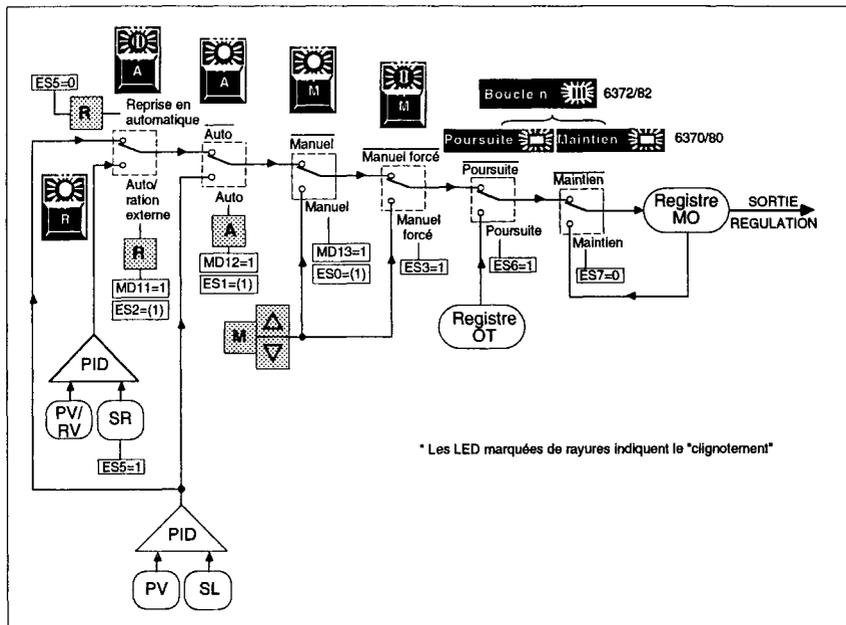

Figure 7.1 Modes de fonctionnement de la boucle de régulation
La figure 7.1 représente les modes de fonctionnement comme une série de « commutateurs » et donne différents types d'information :
■ **Indication du mode sur la face-avant.** La partie supérieure de la figure 7.1 montre comment chaque mode de fonctionnement est signalé par les LED sur la face-avant de l'instrument. (Il est à noter les modes POURSUITE et MAINTIEN sont indiqués différemment suivant les modèles de la série des instruments). Dans la figure, les LED clignotantes ont représentées par des rayures horizontales ; les LED fixes sont blanches.